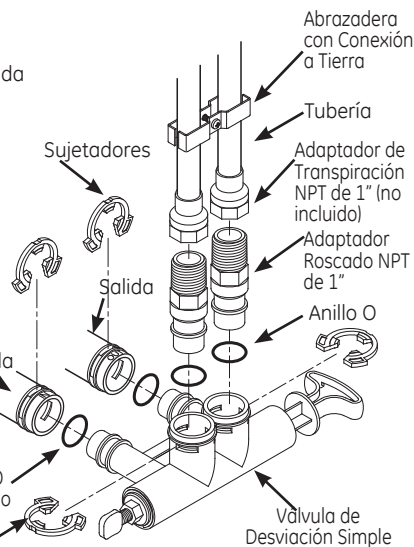

Figura 7
1. Retire dos abrazaderas de las puertas de entrada y salida de la válvula del suavizante de agua y visualmente controle y retire cualquier escombros; (consulte la Figura 7).
3. Si aún no se realizó, coloque una cobertura luminosa de grasa de silicona (la condición de que) en los anillos o de desviación simple; (consulte la Figura 7).